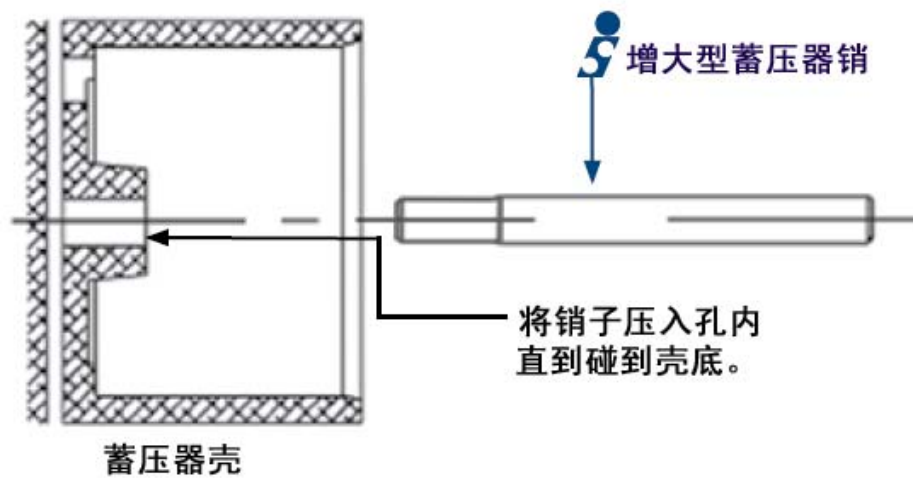

图 3 安装增大型的蓄压器销
4. 然后将增大型的替换销子压入蓄压器壳的孔内，销子的小头先进（如图 3 所示）。